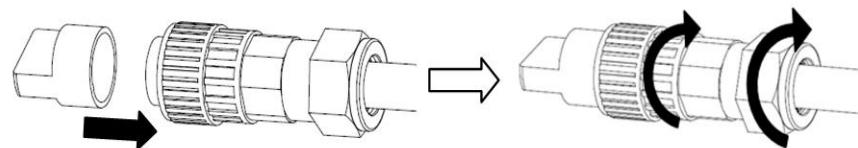

Figura 5.23 Montaje del terminal de CA
B) Sujete el accesorio de plástico (apriete auxiliar) en el elemento de enchufe, apriete el adaptador en el elemento de enchufe y luego apriete la tuerca giratoria con un par de 3-4 nm (consulte la figura 5.23).